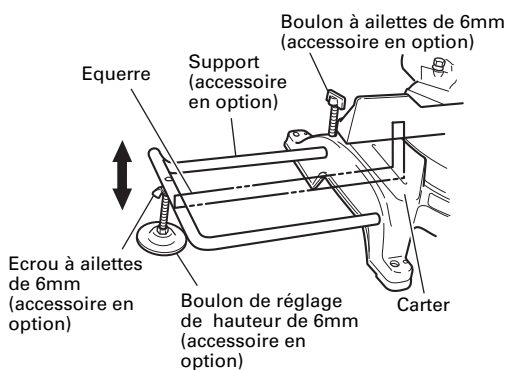

Fig. 9
- (1) Comme indiqué à la Fig. 9, utiliser une équerre en acier pour aligner le bord supérieur des supports sur la surface du socle. Desserrer l'écrou à ailettes de 6mm. Tourner un boulon de réglage de hauteur de 6mm, et régler la hauteur du support.
- (2) Après le réglage, serrer à fond l'écrou à ailettes et fixer le support avec le boulon à ailettes de 6mm (accessoire en option). Si la longueur du boulon de réglage de la hauteur de 6mm est insuffisante, insérer une plaque mince dessous. S'assurer que l'extrémité du boulon de réglage de la hauteur de 6mm ne dépasse pas du support.